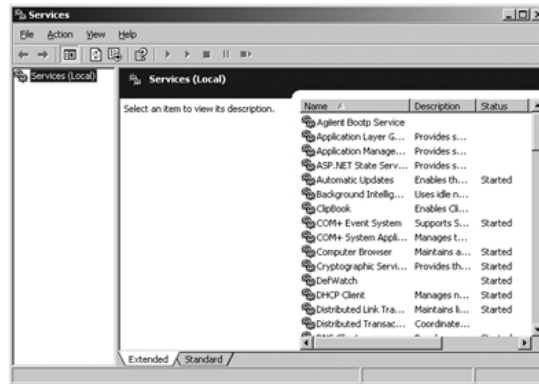

Abbildung 24 Windows Dienste-Dialogfeld
- 1 Gehen Sie in der Windows-Systemsteuerung auf **Administrative Tools > Services**. Das Dialogfeld **Services** wird aufgerufen, siehe Abbildung 24 auf Seite 79.